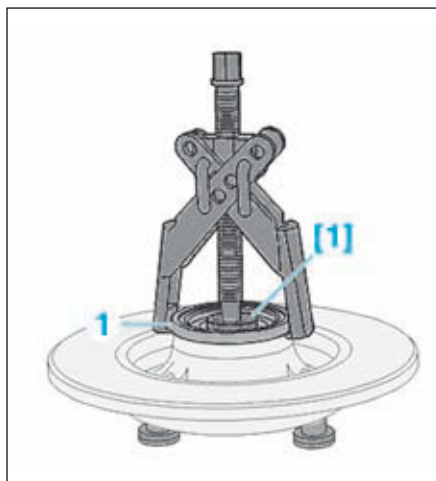

FIG.54
- Mettre en place l'outil [1] et un extracteur à griffes (Fig.54).
- Extraire la cible du capteur de roue (1).